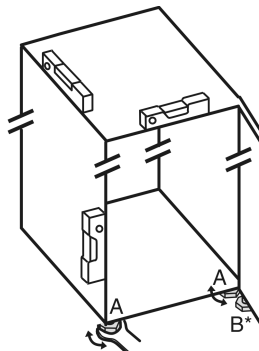

Fig. 8
- ▶ Nastavljive noge Fig. 8 (A) odvijajte s priloženim ključem z odprtim koncem in vodilom, dokler naprava ni trdno poravnana in vodoravna.
- ▶ Nastavljivo nogo Fig. 8 (B) na ležajnem podstavku spodaj odvijajte s priloženim ključem z odprtim koncem, dokler ne stoji trdno na tleh.
- ▶ Nastavljive noge Fig. 8 (B) obrnite za 90°.